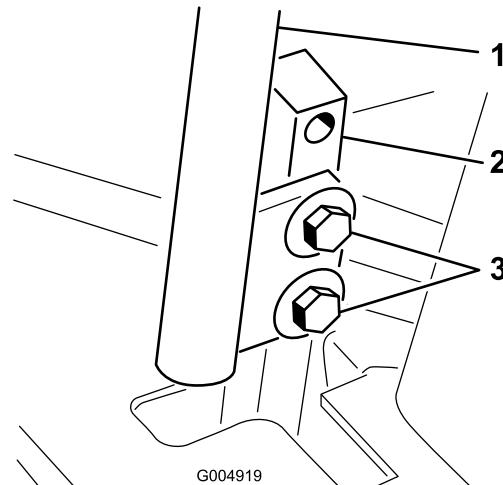

Figura 83
3. Afloje los pernos que sujetan las palancas de control (Figura 83).